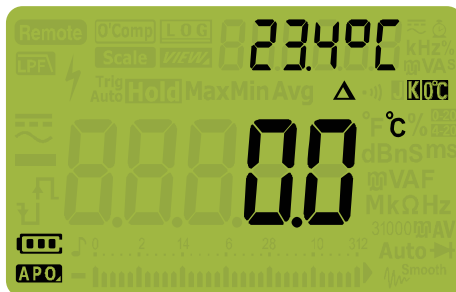

图 2-28 没有环境补偿的温度测量
- 1 要测量温度，可将旋转开关转到 $\rightarrow \downarrow$ ，然后按 **Esc Shift View** 一次。按图 2-28 所示设置万用表。